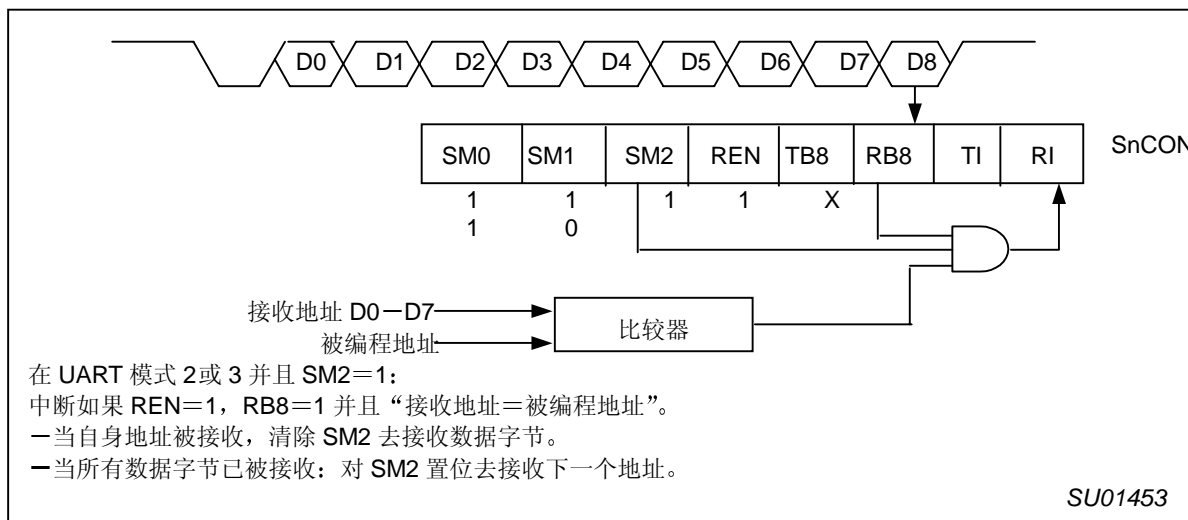

图 9 UART 多机通信, 自动地址识别
自动地址识别是个允许 UART 识别在串行位流中某个地址通过使用硬件作比较。这个特征节约了大量的软件覆盖, 通过取消软件检查每个经过串行端的串行流。这个特征通过对 S0CON 里的 SM2 位置位, 能够使能。在 9 位 UART 模式, 模式 2, 模式 3, 接收中断标志 (RI) 将被自动置位当接收的字节包含指定的地址或广播地址。9 位模式要求第九个信息位是个 1 以表明接收的信息是个地址而不是数据。自动地址识别见图 9。